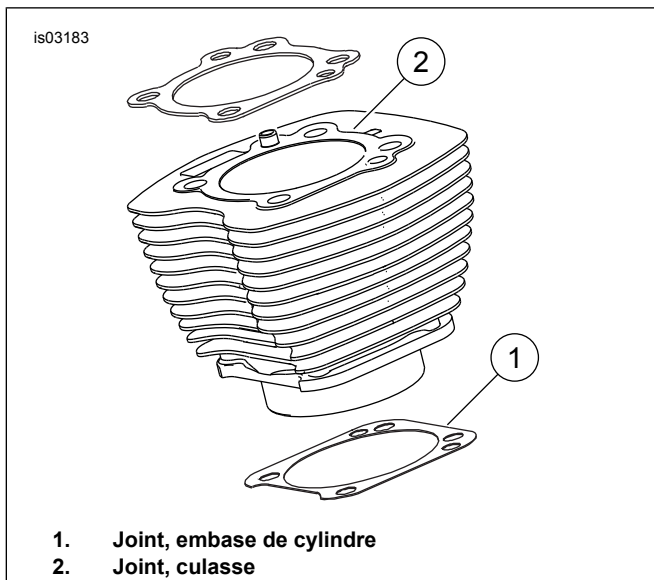

Figure 1. Joints de cylindre
- Voir Figure 1 . Le joint d'embase de cylindre de 103 mm (4.060 in) (1) et le joint de culasse (2) éliminent la nécessité des joints toriques. Ne pas utiliser de joints toriques sur les goujons de cylindre ou les emboîtements de cylindre.
- Lors de la pose d'un nouveau joint de base (1), l'installer avec le côté gaufré vers le bas et le côté concave vers le haut.